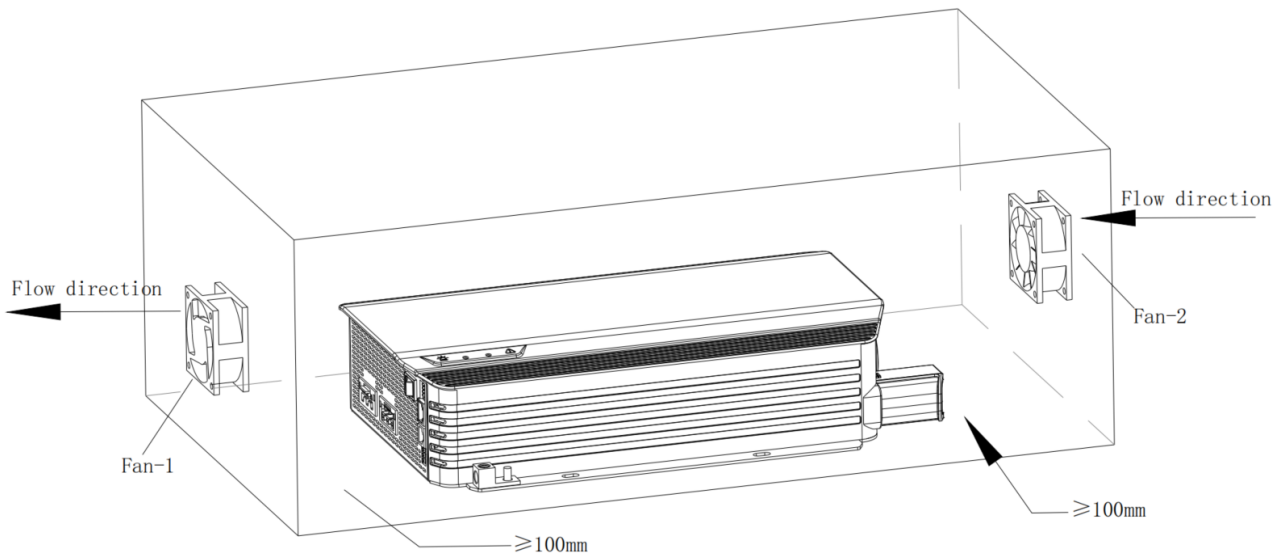

Abbildung 3-1: Installationsraumdiagramm des NH-Wechselrichters
- Die NH-Serie verwendet Zwangsluftkühlung. Um eine effektive Wärmeableitung zu gewährleisten, muss ausreichend Platz für die Verkabelung freigehalten werden. Es wird empfohlen, den Installationsbereich mit Belüftungsöffnungen auszustatten, um die Luftzirkulation zu ermöglichen. Siehe Abbildung 2-5 für den benötigten Installationsraum und die Position der Befestigungslöcher. Halten Sie mindestens 100 mm Abstand an der Vorder- und Rückseite des Wechselrichters ein (siehe Abbildung 3-1), um eine ordnungsgemäße Kühlung sicherzustellen.